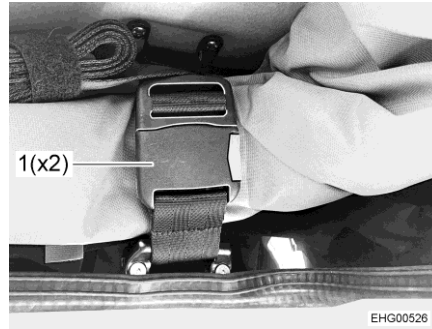

Fig. 68 Fibbia
- Aprire le due fibbie (Fig. 68,1).